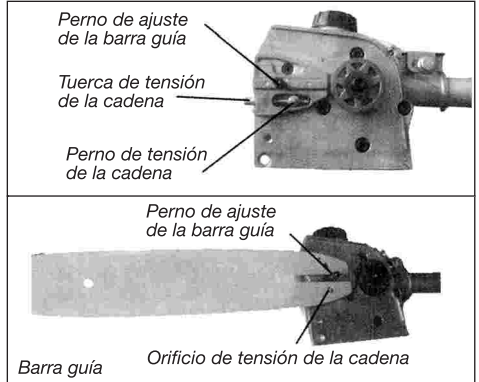

Imagen 17
2. Sitúe la barra de guía sobre el perno de ajuste de la barra guía, situado en la cabeza de corte. Alinee el perno de tensión de la cadena con el orificio de la barra guía. Ver Imagen 17.